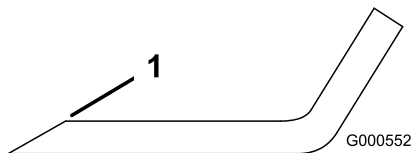

Figura 68
1. Utilize uma lima para afiar aresta de corte em ambas as extremidades da lâmina (Figura 68).
Nota: Se lâmina não estiver equilibrada, lime algum metal da extremidade da aba apenas (Figura 68).